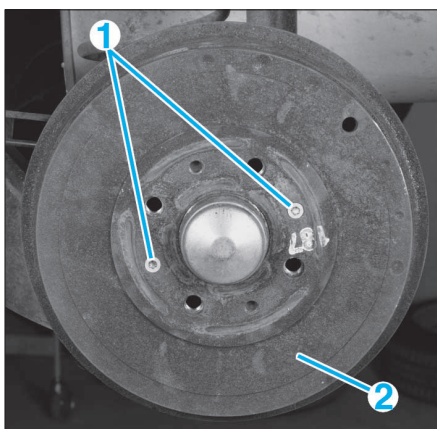

FIG. 8
- Déposer les 2 vis d'appui (1) du tambour (2) (Fig.8).